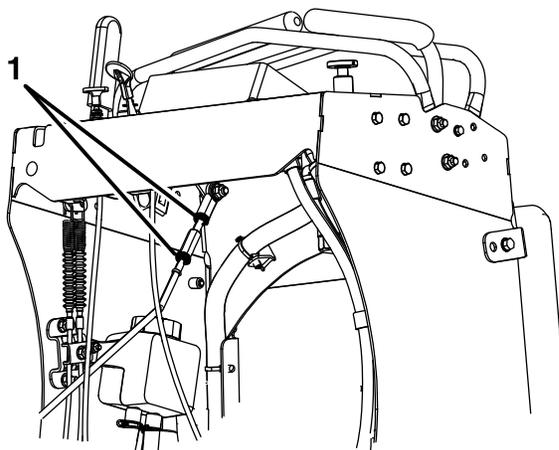

Рисунок 46
- A. Дайте рычагам управления вернуться в нейтральное положение и ослабьте 2 контргайки на шестигранной регулировочной тяге (Рисунок 46).
- С. Затяните контргайки (Рисунок 46).